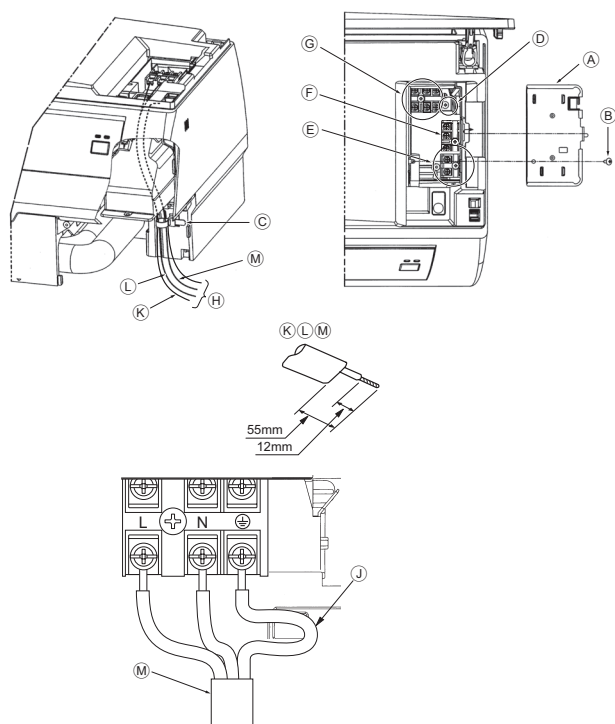

Fig. 6-1
6.1. Installations électriques (Fig. 6-1)